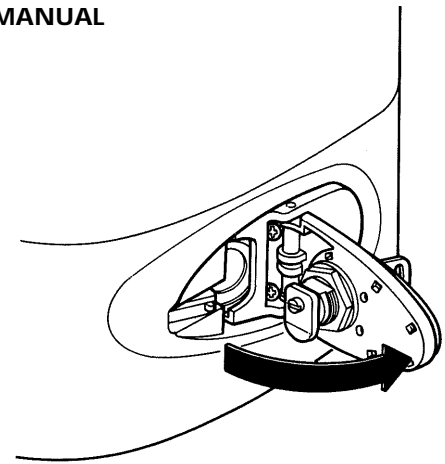

FIG. 3
3) Tirare a se la maniglia agendo dapprima sulla chiave stessa fino a portarla perpendicolare al ROBO (Fig. 3).
3) Pull out the handle via the key until it is perpendicular to the ROBO (Fig. 3).
3) Tirer vers soi la poignée en agissant d'abord sur la clé proprement dite de manière à la placer perpendiculairement au ROBO (Fig. 3)
3) Den Griff an dem Schlüssel nach vorne ziehen, bis er senkrecht zu Robo steht (Abbildung 3).
3) Tirar hacia sí de la manilla, maniobrando primero con la misma llave hasta colocarla perpendicularmente al ROBO (Fig. 3).